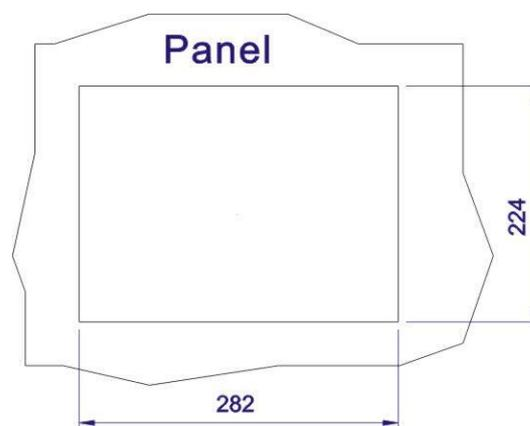

Abbildung 4-14: Maße der Öffnung für die Rahmenmontage
Schritt 2: Sägen Sie eine Öffnung in der Größe der Rückseite des Touch Panel PC aus der Montageplatte aus. Beachten Sie, dass die Öffnung kleiner als der Frontrahmen des PC sein muss (**Abbildung 4-14**).